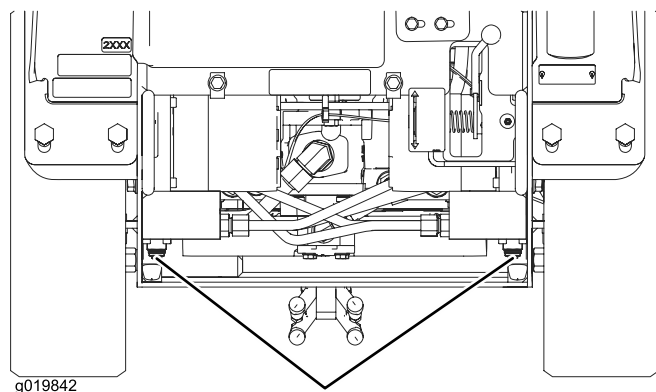

Bild 19
4. Drehen Sie die Schleppventile an den Hydraulikpumpen mit einem Schraubenschlüssel zweimal nach links (Bild 19).